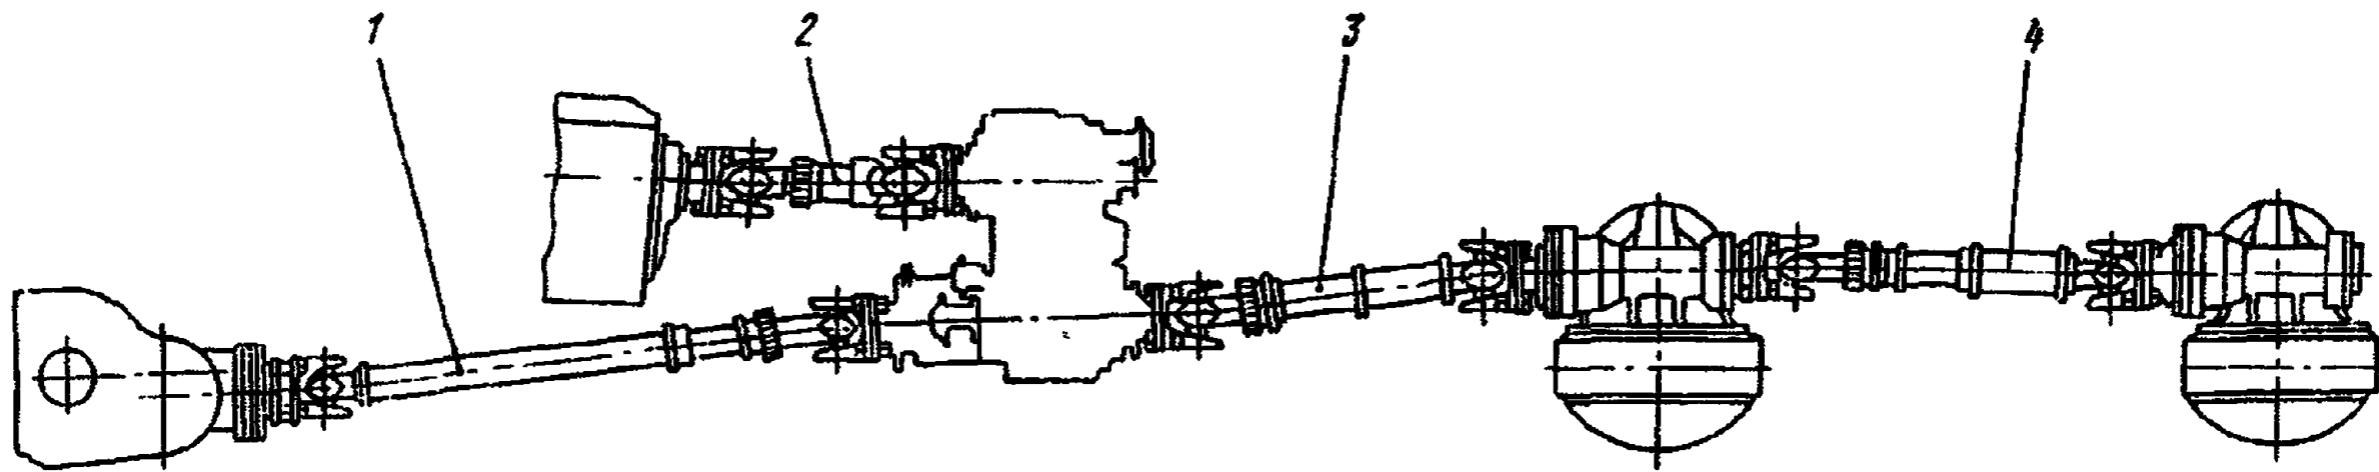

Рис. 47. Передача карданская:
1. Отверните гайки крепления вилки-фланца основного карданного вала 2 (рис. 47) к фланцу ведомого вала коробки передач, снимите шайбы, сдвиньте скользящую вилку карданного вала, опустите передний конец карданного вала, выньте болты из отверстий фланца. Эту операцию должны выполнять два человека	Ключ 24 мм (2 шт.), отвертка, молоток
1. Отверните гайки крепления вилки-фланца карданного вала 1 переднего моста (см. рис. 47) к фланцу вала привода переднего моста раздаточной коробки, снимите шайбы, сдвиньте скользящую вилку карданного вала, опустите передний конец вала и положите его на деревянную подкладку, выньте болты из отверстий фланца. Эту операцию должны выполнять два человека	Ключи 17, 22 мм, отвертка, молоток, деревянная подкладка
1. Отверните гайки крепления вилки-фланца карданного вала 3 (см. рис. 47) промежуточного моста к переднему фланцу ведущего вала промежуточного моста, снимите шайбы, сдвиньте карданный вал, опустите задний конец вала и положите его на деревянную подкладку, выньте болты из отверстий фланца. Эту операцию должны выполнять два человека.	Ключ 17 мм (2 шт.), отвертка, молоток, деревянная подкладка
1. Отверните гайки крепления вилки-фланца карданного вала 4 (см. рис. 47) заднего моста к заднему фланцу ведущего вала промежуточного моста, снимите шайбы, сдвиньте карданный вал, опустите передний конец вала, выньте болты из отверстий фланца. Эту операцию должны выполнять два человека.	Ключи 17, 22 мм, отвертка, молоток
рис. 47) заднего моста к заднему фланцу ведущего вала промежуточного моста, снимите шайбы, сдвиньте скользящую вилку карданного вала, опустите передний конец вала, выньте болты из отверстий фланца. Эту операцию должны выполнять два человека	ка, молоток